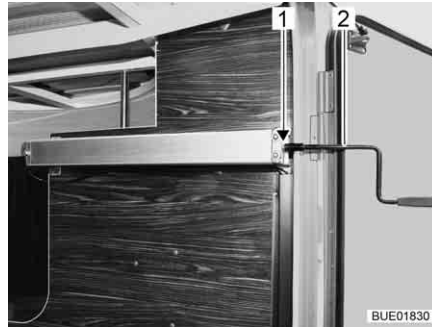

Bild 143 Vev i bakre lastutrymmet
- Sätt veven (Bild 143,2) på tappen (Bild 143,1).